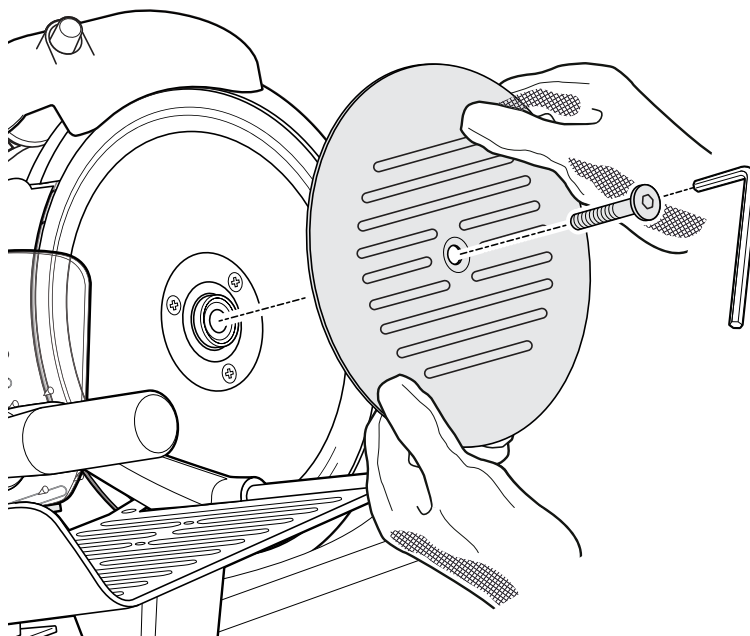

Рис. 7
1. Действуйте, как описано в предыдущем разделе, и снимите защитную крышку ножа (см. рис. 7).